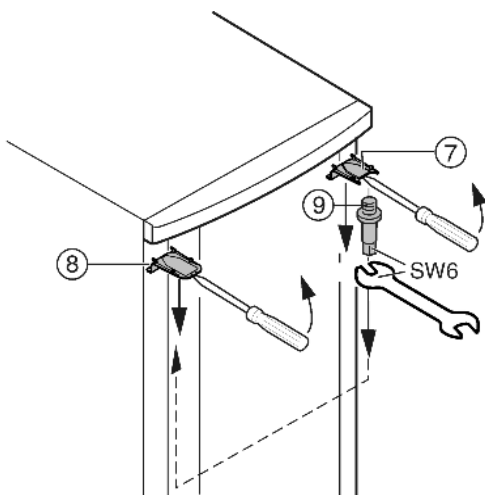

Fig. 7
- ▶ Faire décliqueter le cache *Fig. 7 (7)* en haut et le cache *Fig. 7 (8)* avec un tournevis devant et l'enlever diagonalement vers le bas.
- ▶ Dévisser le pivot d'appui *Fig. 7 (9)* et le visser du côté opposé (**avec 4 Nm**).
- ▶ Remonter le cache *Fig. 7 (7)* du côté du pivot d'appui : l'insérer par l'arrière et l'encliqueter sur l'avant.
- ▶ Monter le cache *Fig. 7 (8)* sur le côté opposé: l'insérer par l'arrière et l'encliqueter sur l'avant.
- ▶ Accrocher la porte dans le pivot d'appui *Fig. 7 (9)* supérieur.